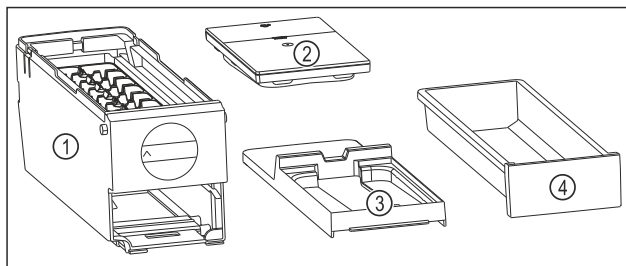

Fig. 107 Sestavni deli modula EasyTwist-Ice
- Modul EasyTwist-Ice je razstavljen na štiri dele. (glejte Fig. 107)
- Modul EasyTwist-Ice razstavite le na prikazane sestavne dele. (glejte Fig. 107)
- Glavni del EasyTwist-Ice Fig. 107 (1) očistite kot celoto.